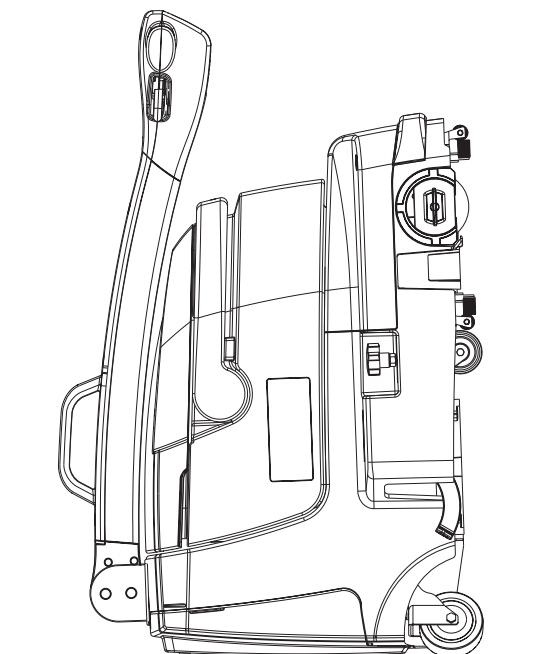

Рис. 7
1. Остановите машину, выключив ее, затем поднимите щетку и швабры с помощью стояночной педали (10).
2. Опорожните контейнер (13).
5. Припаркуйте машину; чтобы опустить ручку управления (1), нажмите рычаг (8).
6. Хранить машину необходимо в стояночном режиме; педаль (10).
7. Машину можно хранить стоя в узких местах, см. рис. 7